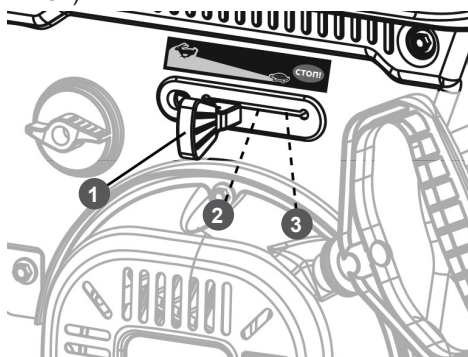

Рис. 31 Положения рычага газа
4. Переведите рычаг газа сначала в крайнее левое положение, затем в крайнее правое, после чего установите рычаг в среднее положение (Рис. 31).
2. Рычагом газа переведите двигатель в режим холостого хода (переведите рычаг газа в положение 2 (Рис. 31).
4. Переведите рычаг газа в положение 3 (крайнее правое) (Рис. 31).